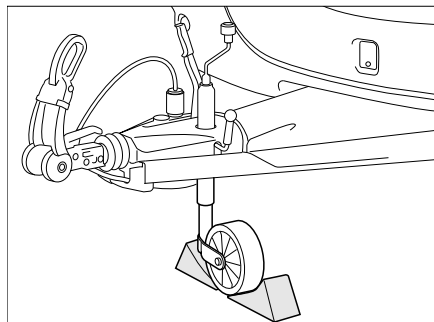

Bild 186 Stützrad sichern
- Das Stützrad quer zur Fahrtrichtung stellen und mit geeigneten Hilfsmitteln sichern (Bild 186).